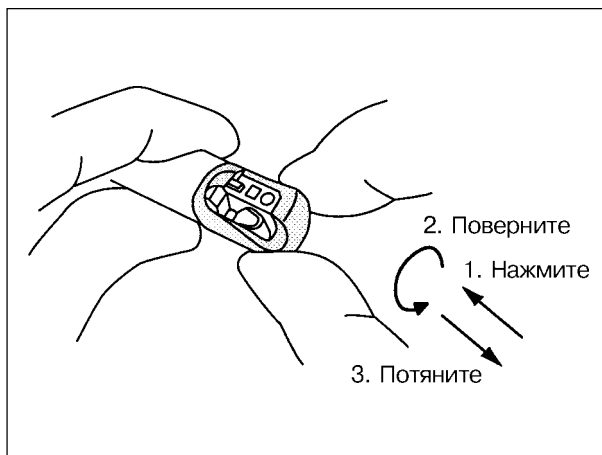

Рис.3.19.
3. Надавливая на дистальный защитный чехол-наконечник, максимально продвиньте его в направлении эндоскопа и до отказа поверните против часовой стрелки. Затем осторожно снимите дистальный защитный чехол-наконечник с дистального конца эндоскопа (см. рис. 3.19).